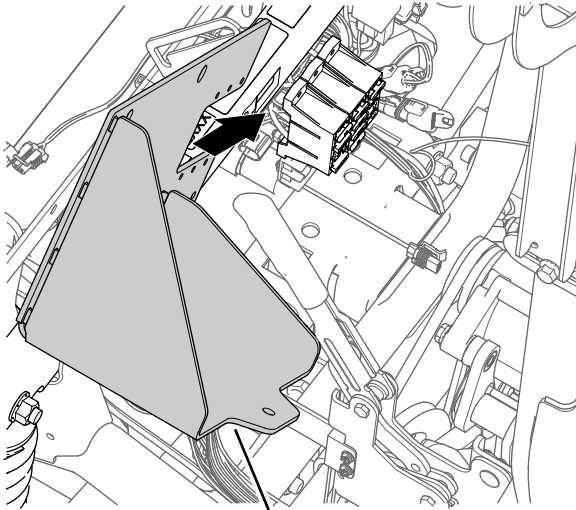

Figura 173
1. Allineate la staffa della nuova batteria al tubo di supporto dell'ammortizzatore della macchina e ai portafusibili (Figura 173).